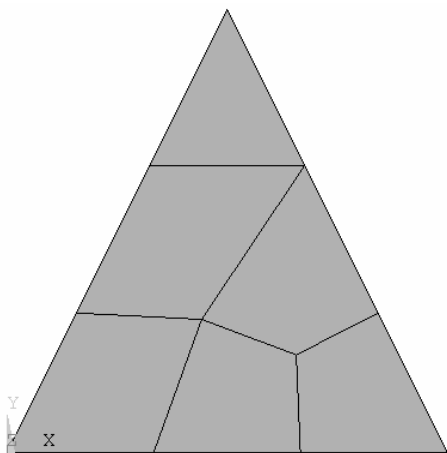

图 3-118 划分网格后的三角形面板
(8) 依次选择 Main Menu>Preprocessor>Modeling>Create>Areas>Arbitrary>Through KPs, 弹出“Create Are...”窗口。依次单击关键点 1、2、3, 然后单击“Create Are...”窗口中的“OK”按钮, 生成一个三角形面。将鼠标指向三角形面, 然后稍微滚动一下鼠标中键, 三角形面消失。依次选择 Utility Menu>Plot>Areas, 三角形面重新显示。
(9) 依次选择 Main Menu>Preprocessor>Meshing>MeshTool, 弹出“MeshTool”窗口, 直接单击“Mesh”按钮, 弹出“Mesh Areas”窗口, 单击该窗口上的“Pick All”按钮, 完成网格划分(见图 3-118)。